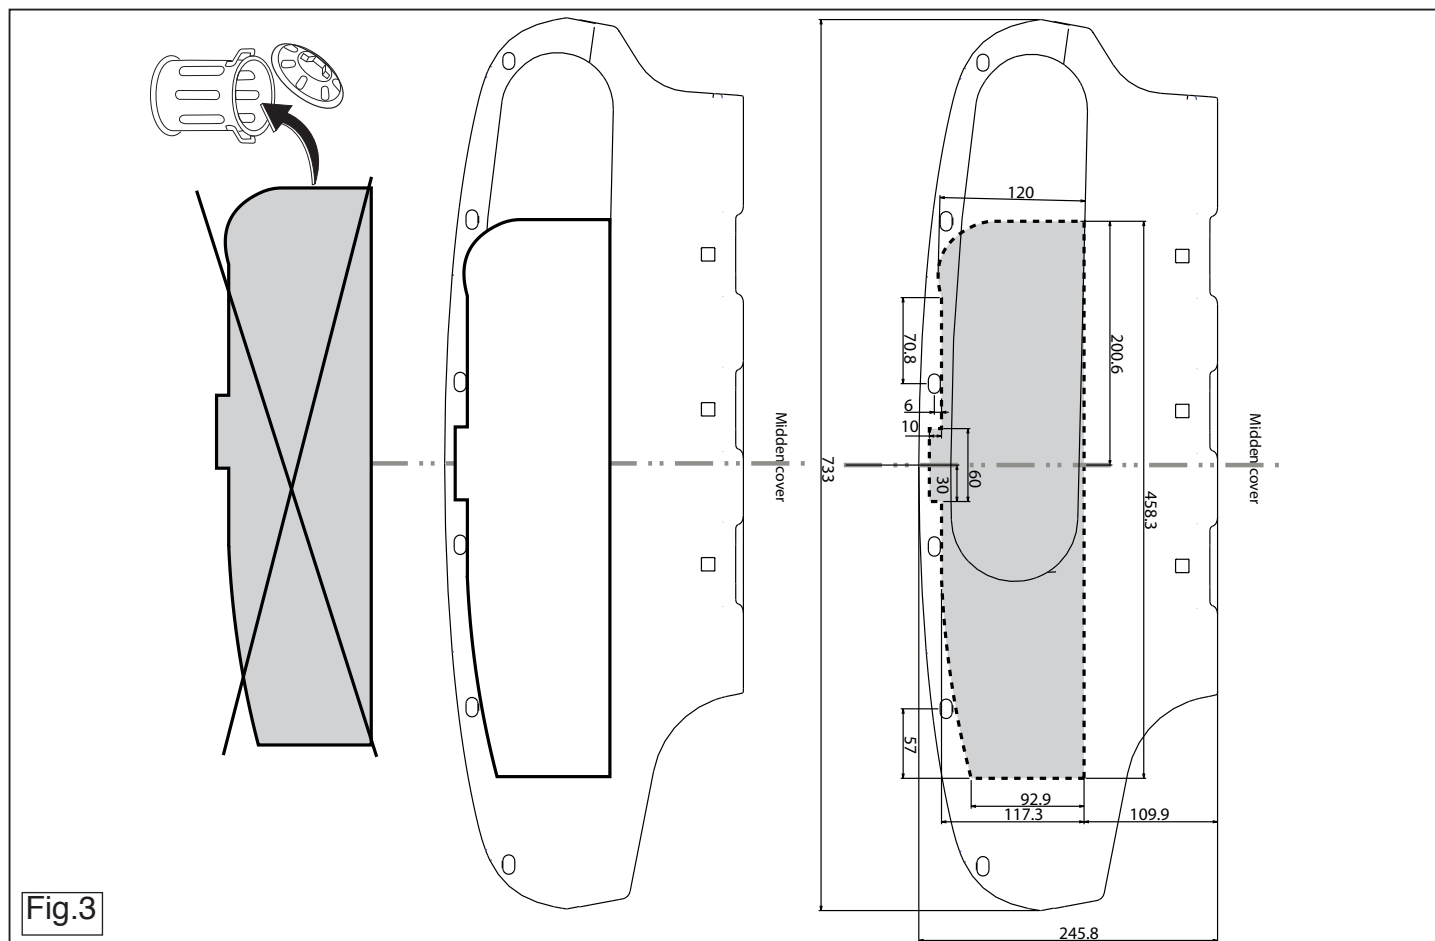

Fig.3
6. Gemäß Abb. 3 einen Teil aus der Abdeckplatte heraussägen.
6. Scier une partie de la plaque de protection conformément à la figure 3.